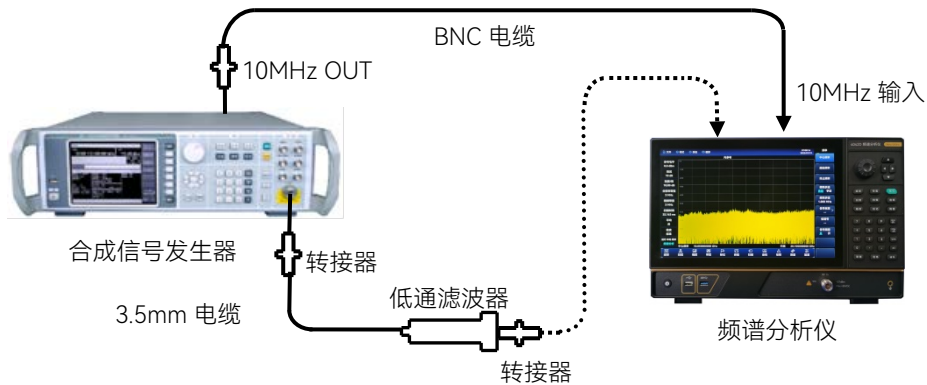

图 15.10 二次谐波失真测试设置
- 1) 如图 15.10 连接测试仪器, 合成信号发生器为频谱分析仪提供 10MHz 频率参考, 选择 1GHz 低通滤波器;